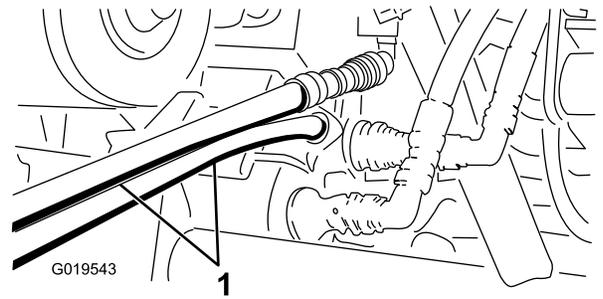

図 75
5. 救援側のワークマンのカップラブラケットにまだついているカップラに、救援用ホースを接続する上のホースは上のカップラに、下のホースは下のカップラに接続する 図 75。